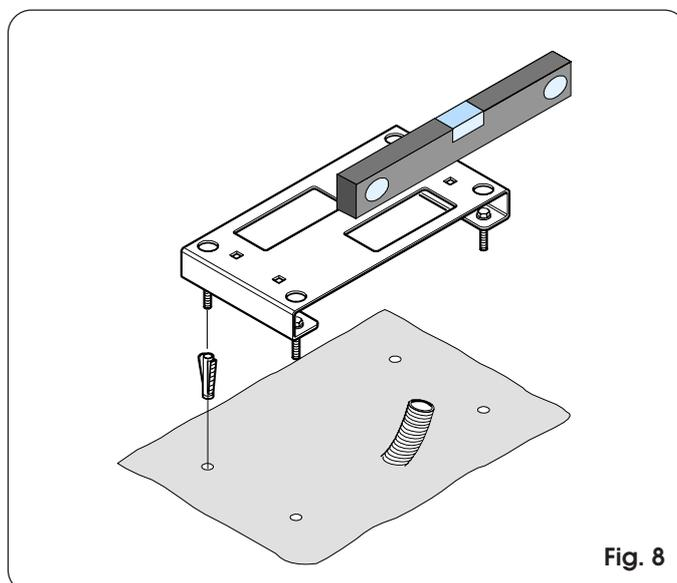

Fig. 8
- 2) Fixer la plaque de fondation au sol avec des chevilles adéquates (Fig. 8) en prévoyant une ou plusieurs gaines pour le passage des câbles électriques à travers la plaque (Fig. 6-7 Réf. ①). Vérifier l'horizontalité parfaite de la plaque avec un niveau à bulle.